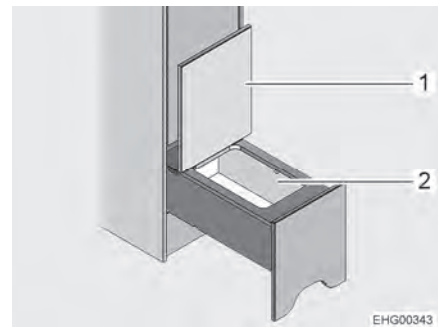

Bild 84 Förvaringsfack
- Fäll upp luckan (Bild 84,1). Förvaringsfacket (Bild 84,2) är tillgängligt.